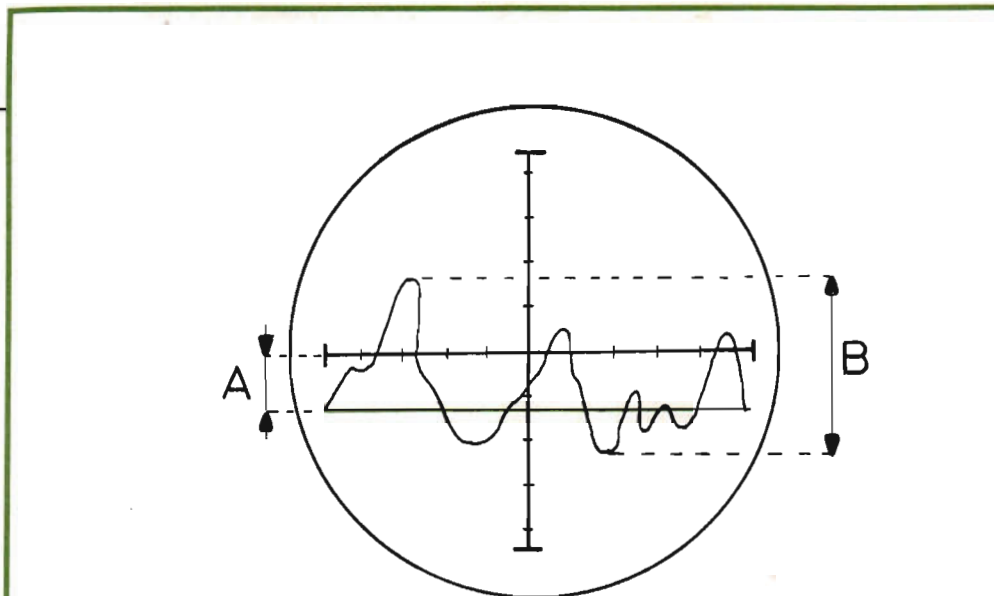

Fig 3. Svajmeterns utsignal, som den kan te sig på ett oscilloskop.
- Ställ in oscilloskopets svephastighet på ca 0,5 sek/skaldel, anslut bandspelarens högtalarutgång till svajmeterns ingång, spela av den inspelade signalen och avläs topp till toppvärdet på svajmeterns utspänning (se fig 3). För att svajmeterns amplitudbegränsning ska fungera effektivt måste inspänningen uppgå till minst 1 V effektivvärde. Det är av denna anledning som svajmetern ansluts till högtalarutgången och bandspelarens volymkontroll ställs in så, att man får minst detta värde på utspänningen från bandspelaren.
Fig 4. Den största variationen i svajmeterns utspänning (B i fig 3) prickas in i diagrammet och svajet avläses. Normalt räcker den svarta kurvan, men i vissa fall — då hastighetskillnaden är onormalt stor — får man ta till den färgade kurvan.